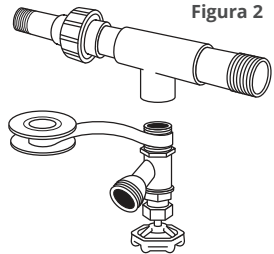

Figura 2
2. Envuelva el extremo de drenaje macho de 1.3 cm (1/2") con cinta de plomero (Figura 2).